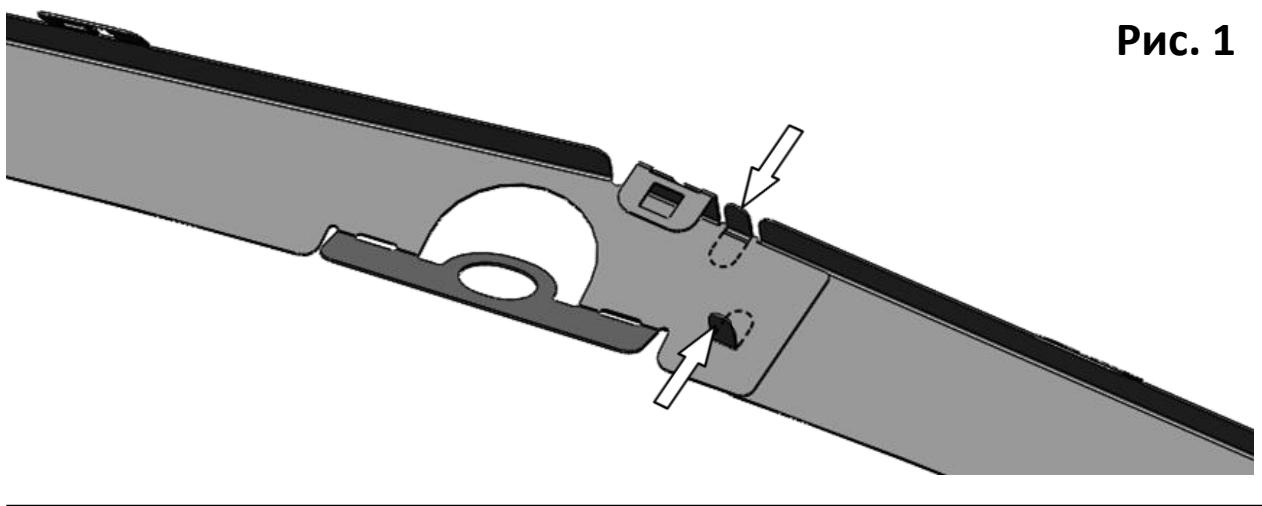
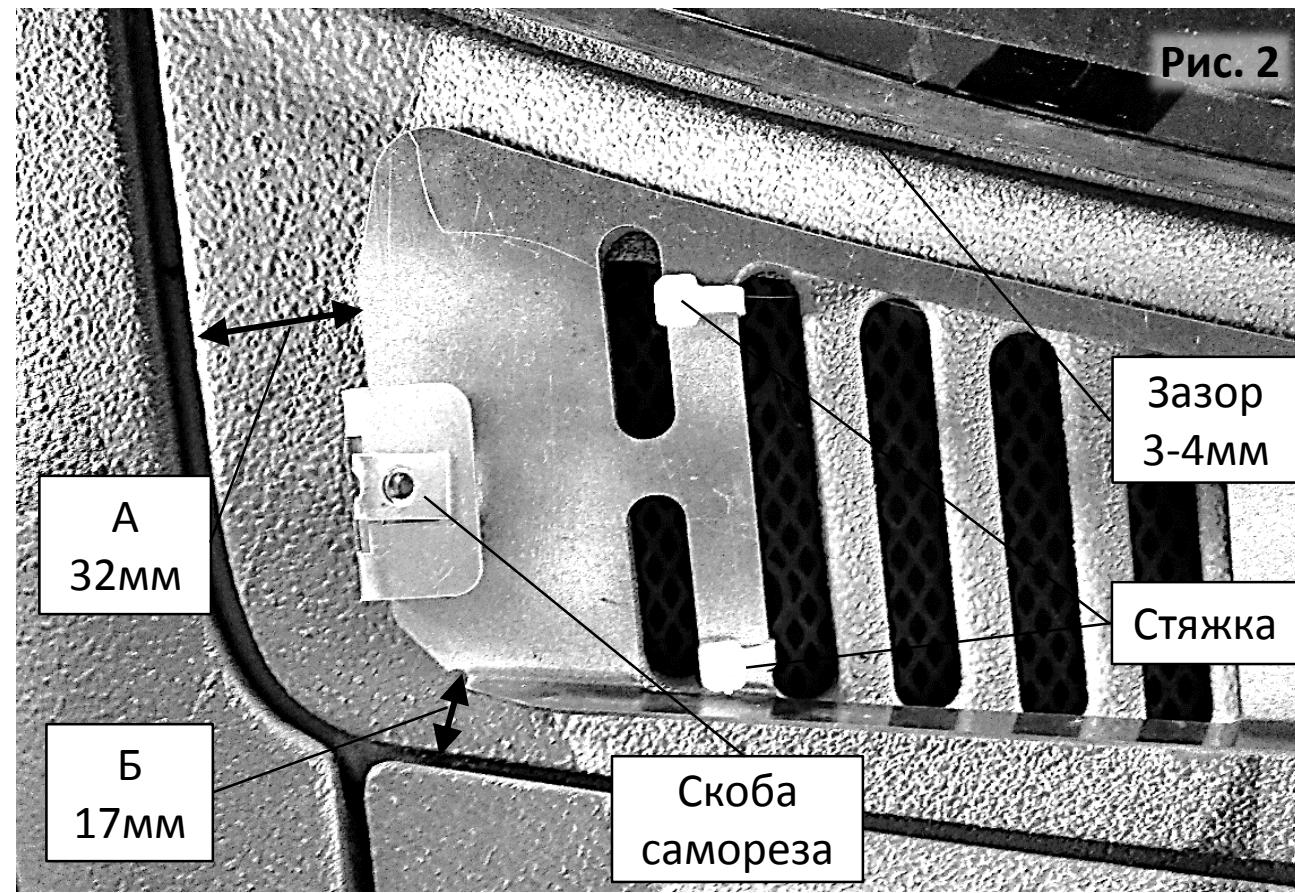

Рис. 2
Рис. 3
- Соединить между собой кронштейны, согнув и сжав плоскогубцами два язычка (Рис.1). Установить на кронштейн семь скоб саморезов, как показано на рис.2.
- Установить кронштейн на кузов (защитную пленку скотча не снимать), надеть шайбы, навернуть гайки (но не затягивать). Правую сторону кронштейна немного притянуть (без усилия) к решетке забора воздуха печки с помощью четырех стяжек из комплекта крепежа. Скорректировать положение кронштейна таким образом чтобы размеры А и Б (рис.2) с правой и с левой стороны а\м соответствовали друг другу.
- Поочередно, начиная с правой стороны вставить до упора задний край воздуховода в 3-х, 4-х миллиметровый зазор под уплотнителем стекла (рис.2). Через отв.1 вкрутить саморез (рис.3). Установить левую часть воздухозаборника аналогично правой и вкрутить саморезы через отверстия 2 и 3. Включить зажигание и проверить подачу омывающей жидкости через форсунки.
- Через отв. 4-6 (рис.3) саморезами привернуть две решетки к воздухозаборнику.